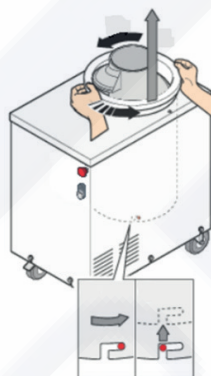

Fig. 7
- ruotare in senso antiorario il cilindro fino ad avvertire un blocco, poi sollevarlo verso l'alto per estrarlo (Fig. 7);